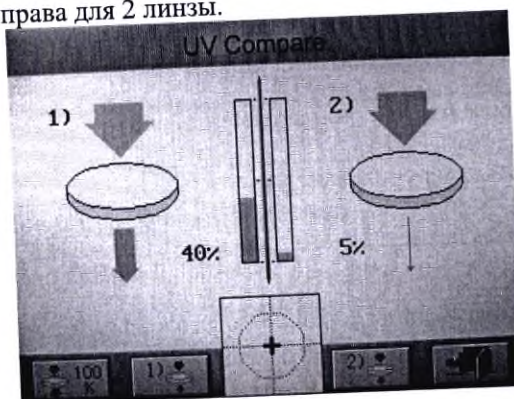

рис.41
- 2) Поместите линзу №2 на линзодержатель, отцентрируйте, нажмите отобразятся как на рис. 41. слева для 1 линзы, справа для 2 линзы.